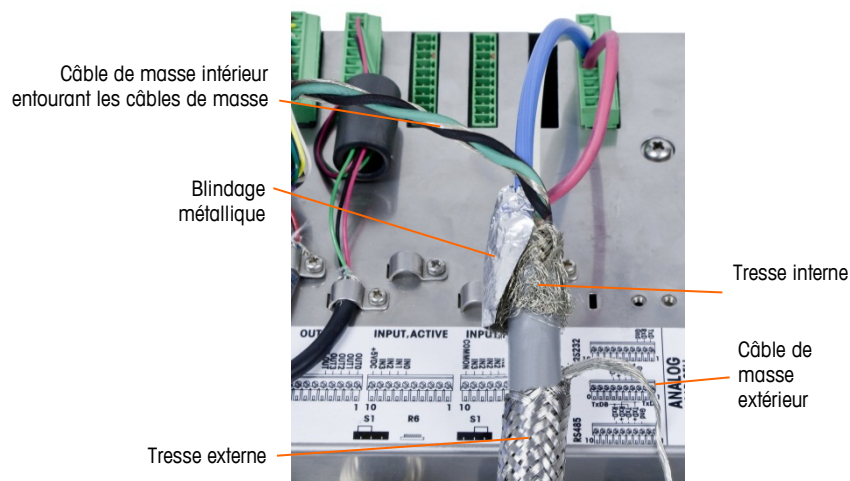

Figure 2-67 : Câble du circuit autonome POWERCELL PDX, enceinte de montage sur panneau
- a. Faites reculer la tresse externe et repliez régulièrement la tresse interne et la feuille métallique du blindage découpées par-dessus la gaine isolante du câble, comme sur la Figure 2-67.